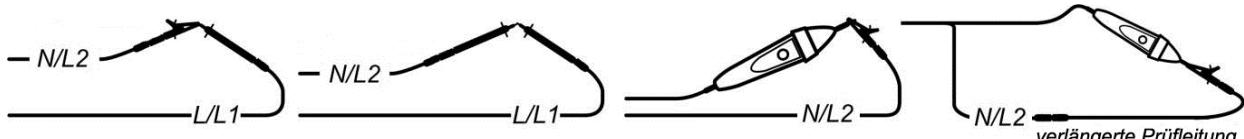

Abbildung 5.13: kurzgeschlossene 3-Leiter-Prüfleitung und optionale Commander-Prüfspitze (044155)
- Schließen Sie die Prüfleitungen an das Prüfgerät und schließen Sie die Prüfleitungen kurz (siehe Abbildung 5.13).